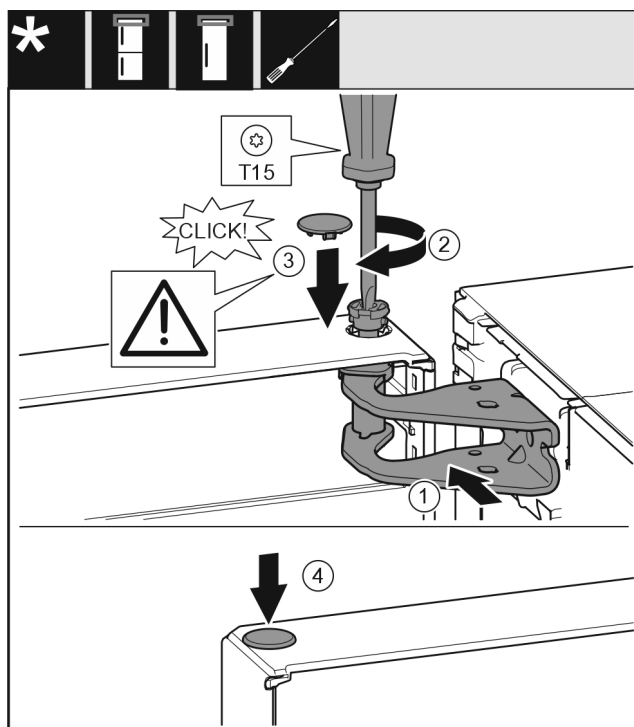

Fig. 24
- ▶ Dveře nahoře vyrovnejte s otvorem ve stojanu ložiska. Fig. 24 (1)
- ▶ Vložte čep Fig. 24 (2) a pevně jej utáhněte šroubovákem.
- ▶ K zajištění dveří namontujte bezpečnostní kryt Fig. 24 (3): Bezpečnostní kryt nasadte a zkontrolujte, zda přiléhá na dveře. V opačném případě čep zcela zasuňte.
- ▶ Vložte zátku Fig. 24 (4).